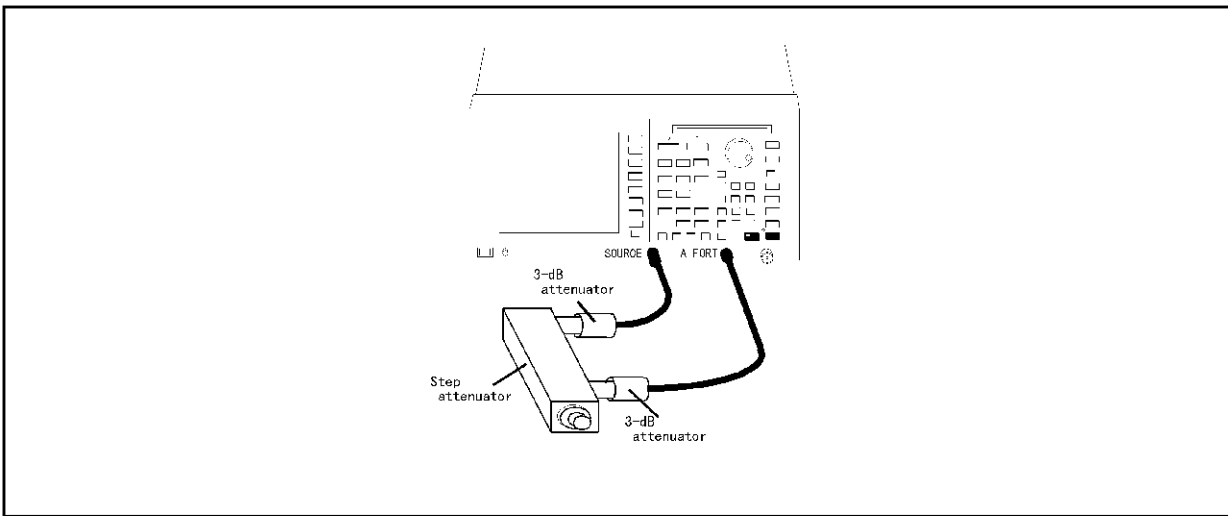

図 10-29 A PORT のダイナミック・レベル確度測定接続
- (1) 2 個の 3dB 固定アッテネータ、ステップ・アッテネータを 2 本の RF ケーブルを使用して、SOURCE-A PORT 間を図 10-29 のように接続します。